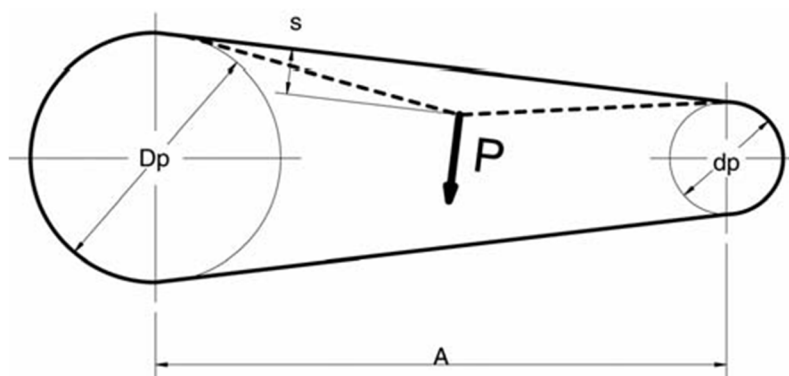

Рис.24 Прогиб клинового ремня
1. Измерить расстояние между осями дисков (размер А рис.24).